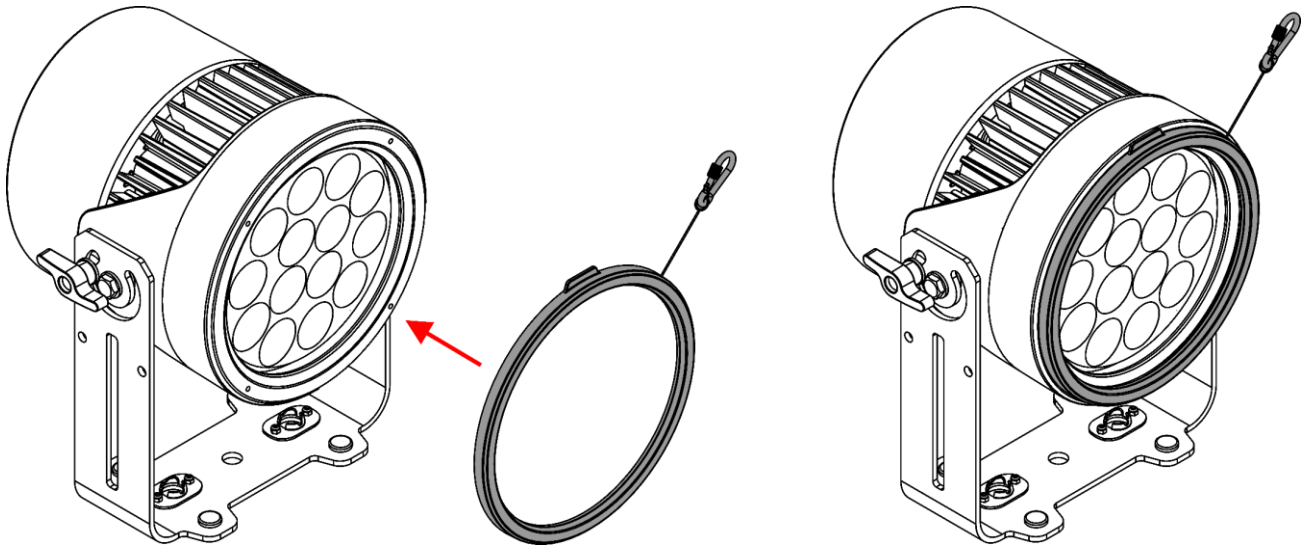

Fig. 15
- 02) Ponga el difusor en la lente del dispositivo o en el soporte de accesorios (si se ha instalado) como se indica en la Fig. 15. Los imanes del difusor quedarán en su lugar.